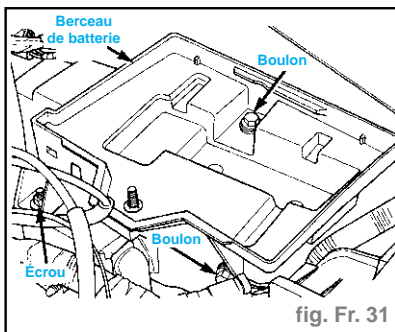

fig. Fr. 31
- Déposer les deux boulons et l'écrou fixant le berceau de la batterie à la caisse du véhicule (fig. Fr. 31).
- Poser le berceau de la batterie dans le véhicule. Poser les deux boulons et l'écrou fixant le berceau de la batterie au véhicule. Serrer les deux boulons et l'écrou au couple de **1,4 daN.m** (fig. Fr. 31).
- Déposer les deux boulons et l'écrou le berceau de la batterie à la caisse du véhicule (fig. Fr. 31).
- Poser le berceau de batterie dans le véhicule. Poser les deux boulons et l'écrou fixant le berceau de batterie au véhicule. Serrer les deux boulons et l'écrou au couple de **1,4 daN.m** (fig. Fr. 31).